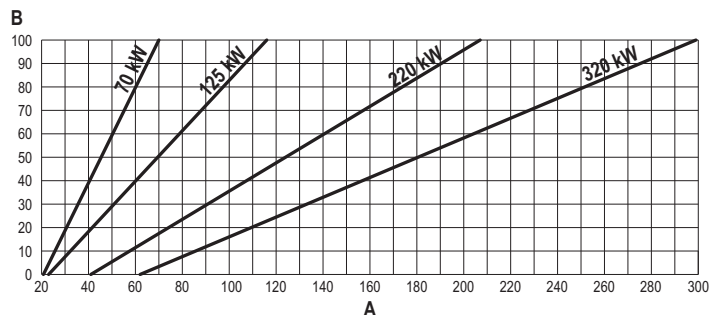

рис. 64
- Нажать на **контекстные клавиши 1 и 2** для увеличения или уменьшения теплопроизводительности (минимальная = 00 - максимальная = 100). См. диаграмму "Регулировка теплового расхода" (рис. 64).